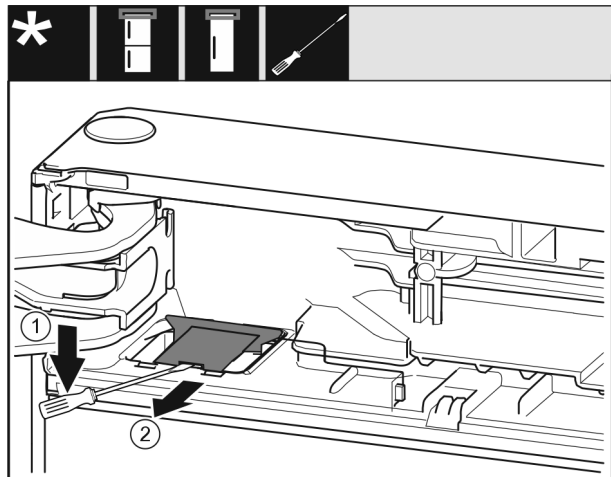

Fig. 13
► Pattintsa ki a fedelet Fig. 13 (1) lapos csavarhúzóval.
► Vegye ki a fedelet Fig. 13 (2).